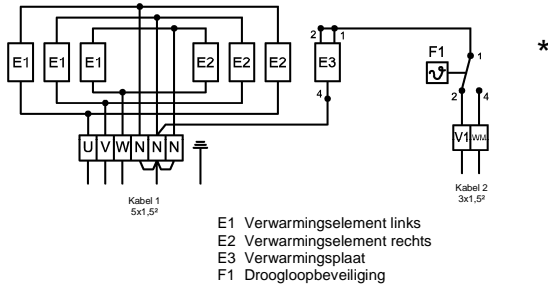

Fig. 5
- Aansluitkabel door de snoerontlastingen voeren en volgens schakelschema (zie Fig.5) aansluiten.